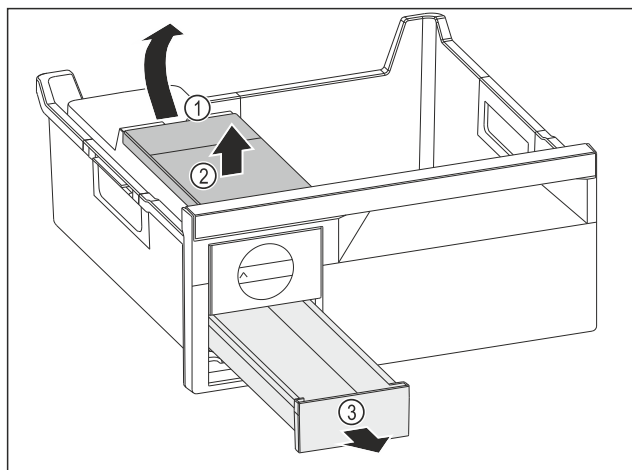

Fig. 143
- Estrarre il serbatoio dell'acqua: Sollevare il serbatoio dell'acqua nel vano Fig. 143 (1).
- Estrarre il serbatoio dell'acqua Fig. 143 (2) verso l'alto.
- Estrarre il cassetto del ghiaccio Fig. 143 (3) in avanti.